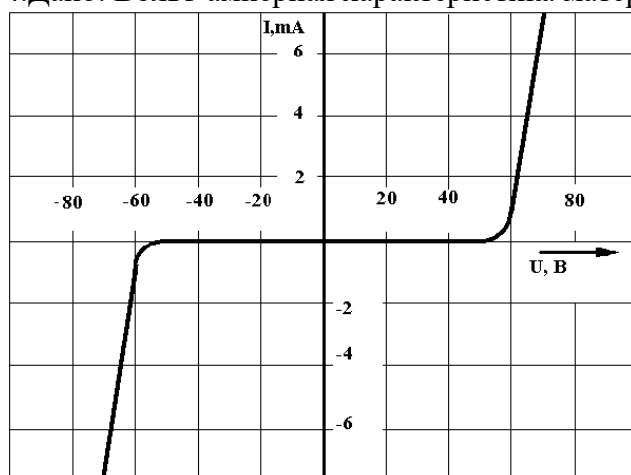

Рис. 1 Вольт-амперная характеристика варистора
4. Дано: Вольт-амперная характеристика материала рис. 1.